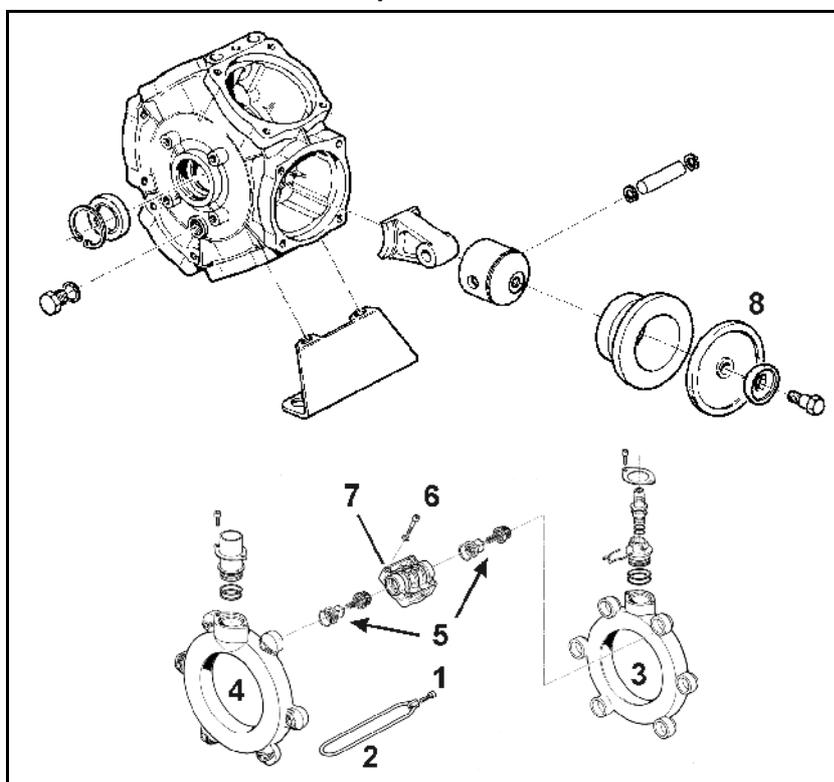

Fig. 149
- Vérifiez l'état des membranes de piston (Fig. 149/1) au moins une fois par an en les démontant.
- Vérifiez la position de montage des clapets côté aspiration et côté refoulement, avant de sortir les jeux de clapets (Fig. 149/5).
- N'y aurait-il qu'une seule membrane (Fig. 149/6) défectueuse ou poreuse, il est cependant impératif de remplacer les membranes de tous les pistons.
2. Desserrez les vis (Fig. 149/1) et retirez l'étrier (Fig. 149/2).
3. Enlevez les tubes d'aspiration et de refoulement (Fig. 149/3 et Fig. 149/4).
4. Enlevez les jeux de clapets (Fig. 149/5).
5. Desserrez les vis (Fig. 149/6).
6. Retirez la culasse (Fig. 149/7).
7. Contrôle des membranes de piston (Fig. 149/8).
8. Remplacez les membranes de piston défectueuses (Fig. 149/8).